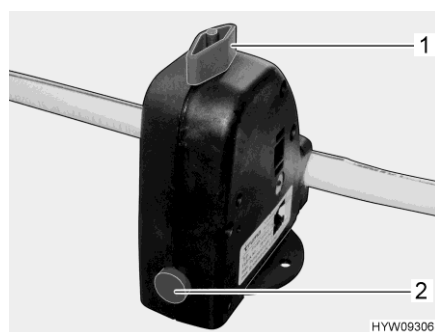

Bild 206 Säkerhets-/avtappningsventil (Truma)
- Säkerhets-/avtappningsventilen (Truma) stängs. Ställ vredet (Bild 206,1) diagonalt mot säkerhets-/avtappningsventilen och tryck in tryckknappen (Bild 206,2).